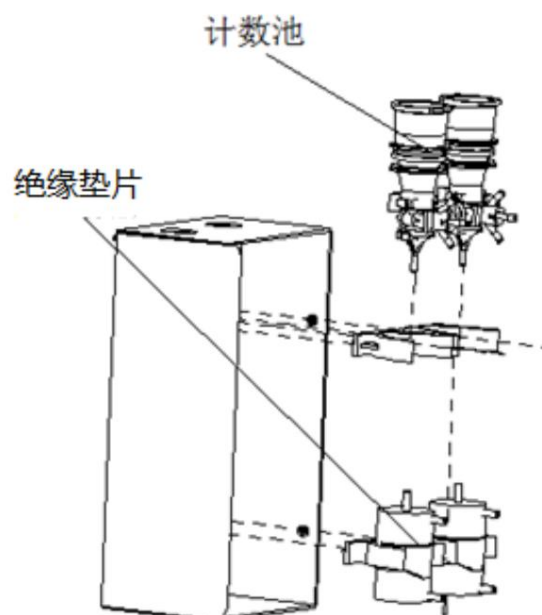

Figure 9-15 Schéma de répartition des composants de l'ensemble de tasse à mesurer
Pour les ensembles de mesure des globules blancs (GB) et des globules rouges (GR), utilisez une clé Allen de 2,5 mm pour desserrer les vis de fixation du boîtier de protection sur la cloison du circuit fluide et retirez-le. Ensuite, utilisez la même clé Allen de 2,5 mm pour retirer le boîtier de protection de la cloison du circuit fluide. Lors du desserrage des vis, veillez à ne pas endommager le joint isolant situé entre les trous de fixation du boîtier de protection et la cloison du circuit fluide. Ce joint isolant empêche tout contact entre le boîtier de protection et la cloison du circuit fluide. Il pourrait se détacher après le desserrage des vis ; soyez donc vigilant lors de cette opération. Le schéma de répartition des pièces de l'ensemble de mesure est présenté sur la figure 9-15.